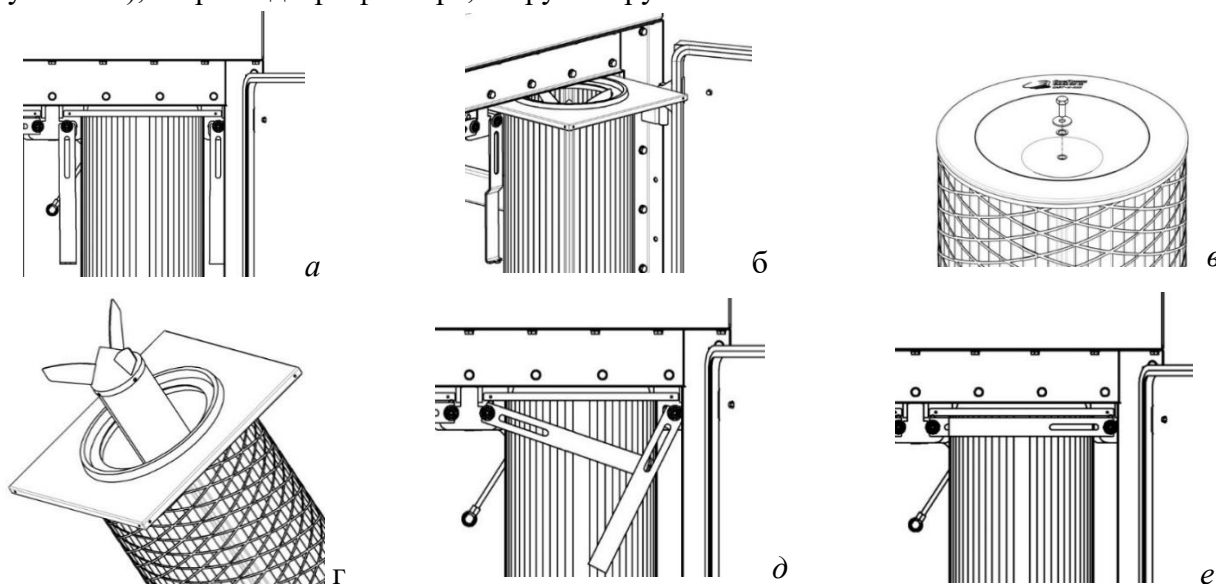

Рисунок 17
- 1) открыть дверь фильтра, предварительно открутив ручки, повернуть рычаги в положение «открыто», как показано на рисунке 17а, вытащить картриджи (рисунок 17б);
- 2) открутить на нижней крышке картриджа болт М8х20 и снять вместе с шайбами, извлечь обтекатель (рисунок 17, в, г), повторить процедуру для оставшихся картриджей;
- 4) взять новый картридж, поместить в него демонтируемый из старого картриджа обтекатель, закрепить его болтом М8х20 с шайбами, повторить действия для оставшихся картриджей, установить картриджи в фильтр, повернуть рычаги в положение «закрыто» (рисунок 17е), закрыть дверь фильтра, закрутить ручки.